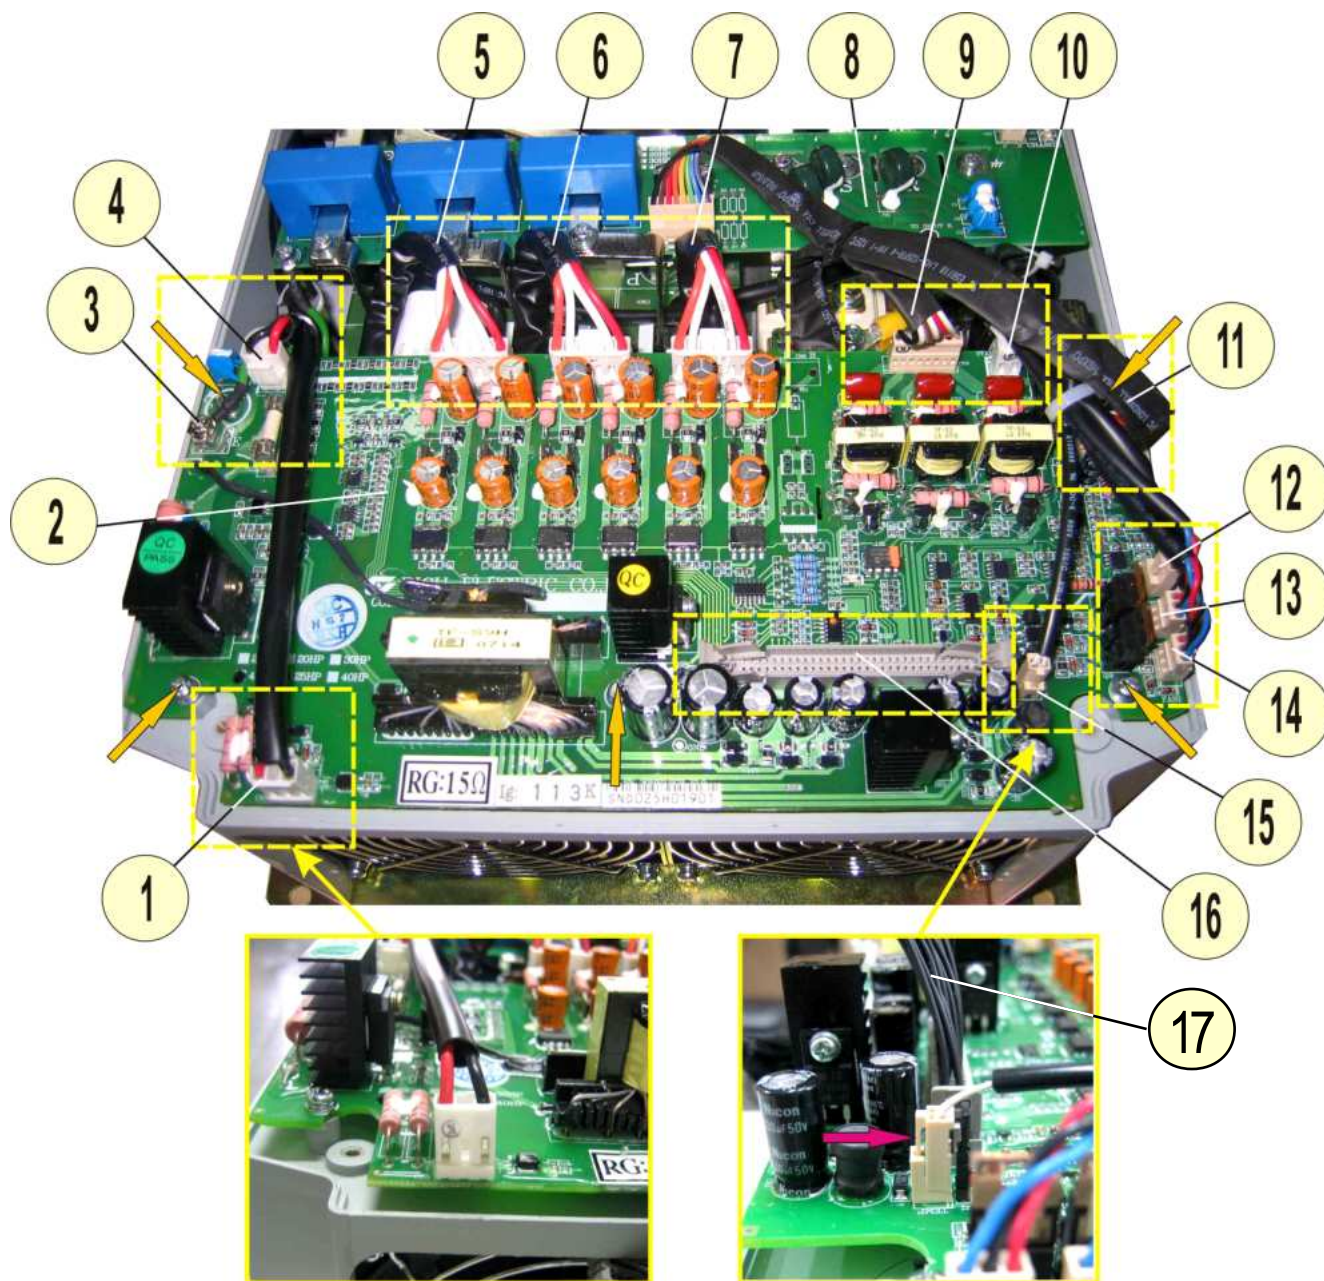
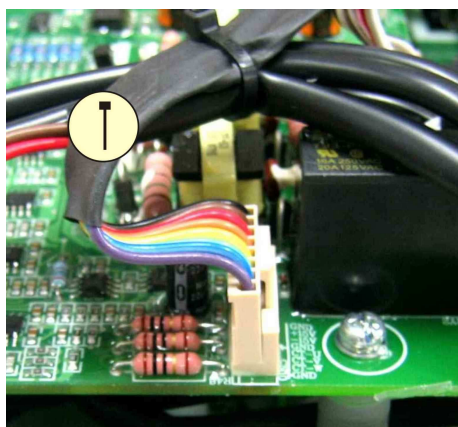
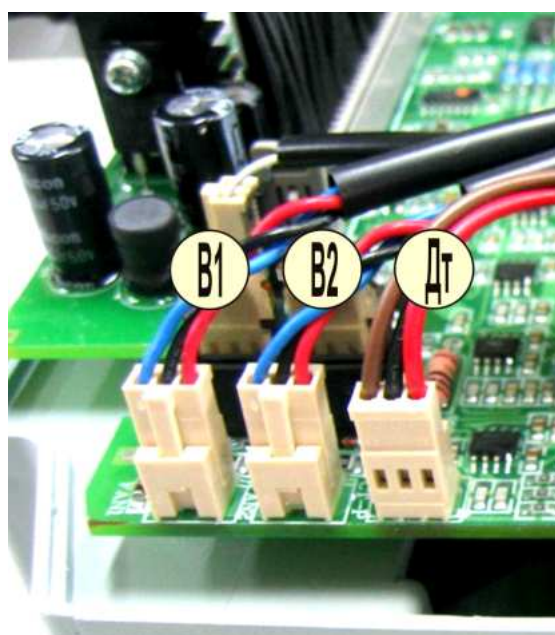
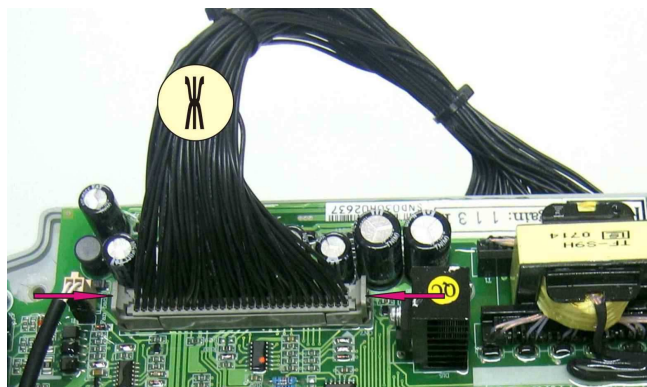

Рис. 7.25
Рис. 7.26
Рис. 7.27
Рис. 7.29
7.13.1. Взять плату драйверов (табл.4.1, поз.1, рис.7.25, поз.2).
7.13.2. Проложить жгуты вентиляторов 13, 14 и жгут термодатчика 15 под платой драйверов. Вывести жгуты между платой варисторов 8 и платой драйверов 2 (рис.7.25).
7.13.3. Установить плату драйверов в корпус ПЧ, совместив крепежные отверстия в плате с резьбовыми отверстиями стоек средней части корпуса. Закрепить плату пятью винтами (желтые стрелки на рис.7.25).
7.13.4. Проложить жгут контроля предохранителя над платой 2. Соединить двухконтактную розетку жгута контроля предохранителя с разъёмом CN5 на плате (рис.7.25, поз.1).
7.13.5. Соединить кольцевой наконечник провода заземления с клеммой E на плате 2 и закрепить винтом М3,5х6 с невыпадающей шайбой (рис.7.25, поз.3).
7.13.6. Вставить двухконтактную розетку жгута питания платы драйверов в разъём CN4 на плате 2 (рис.7.25, поз.4).
7.13.7. Вставить розетки жгутов управления IGBT в разъёмы CN1, CN2 и CN3 на плате 2 (рис.7.25, поз.5, 6 и 7).
7.13.8. Вставить розетку жгута управления диодно-тиристорными модулями в разъём CN9 на плате 2 (рис.7.25, поз.9).
7.13.9. Вставить двухконтактную розетку провода предзаряда в разъём TB1 на плате 2 (рис.7.25, поз.10).
7.13.10. Проложить жгут токовых датчиков над платой и жгутами вентиляторов (рис.7.25).
7.13.11. Соединить розетку жгута токовых датчиков с разъёмом CN10 на плате 2 (рис.7.25, поз.11; рис.7.26).
7.13.12. Подключить жгут датчика тока шины «+» к разъёму CN8 (рис. 7.25, поз. 12; рис.7.27).
7.13.13. Подключить жгуты вентиляторов к разъёмам FAN1 и FAN2 (рис. 7.25, поз.13, 14; рис.7.27).
7.13.14. Подключить жгут датчика температуры к разъёму TEMP на плате (рис. 7.25, поз.15).
7.13.18. Отжать в стороны боковые фиксаторы разъёма CN7 на плате 2 (рис. 7.25, поз.16).
7.13.19. Вставить розетку жгута платы ЦП в разъём CN7 на плате драйверов2 (рис. 7.25, поз.16; рис.7.29), приложив рукой усилие вниз до щелчка фиксаторов (рис. 7.29).